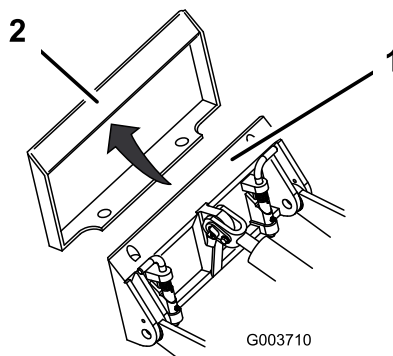

図 4
4. 取り付けプレートをアタッチメント受けプレートの上側にセットする 図 4。